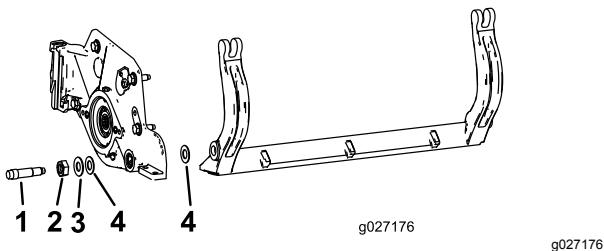

Bild 31
**Hinweis:** Bewahren Sie die zwei Nylonscheiben und die Scheibe aus gestanzten Stahl an jedem Ende des Untermesserträgers auf (Bild 31).
**Hinweis:** Legen Sie eine Nylonscheibe auf jede Seite des Seitenplattenansatzes. Legen Sie eine Stahlscheibe außen auf jede Nylonscheibe (Bild 31).
**Hinweis:** Die Scheiben innen können einen Abstand aufweisen (Bild 31).